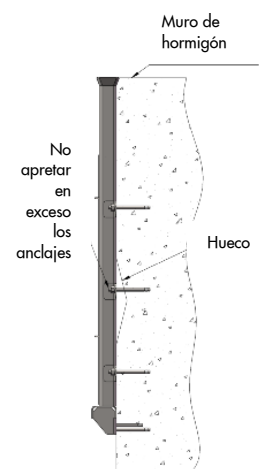

Figura 16
- ¡PRECAUCIÓN!: No apretar en exceso los anclajes en aquellos casos en que la compuerta no esté totalmente en contacto con el muro. Un apriete excesivo puede hacer que el bastidor se deforme. El sellador elástico rellenará todos los huecos, siempre y cuando la planitud del muro cumpla con las especificaciones de la normativa previamente indicada (ver Figura 16)